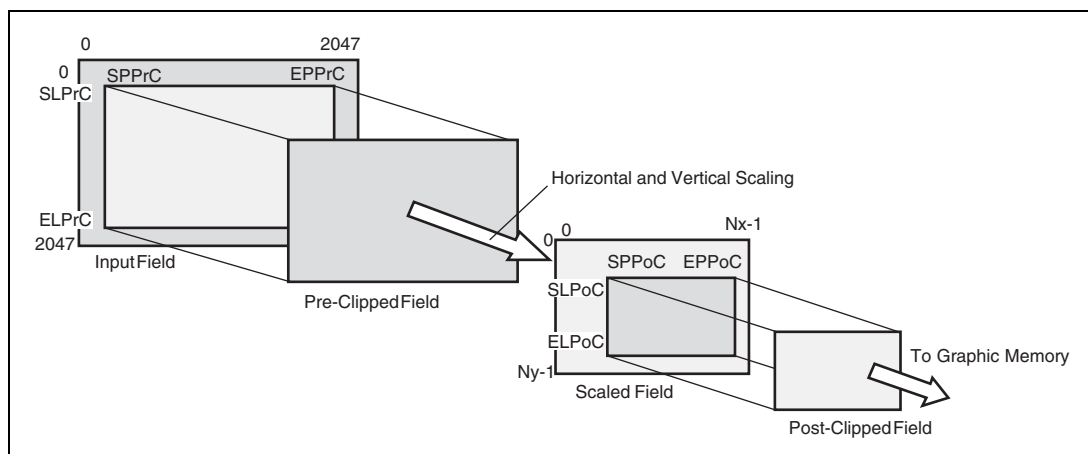

図 12.9 クリッピングの例
水平、垂直スケーリング後、後クリップ開始ラインレジスタ (SLPoC)、後クリップ終了ラインレジスタ (ELPoC)、後クリップ開始画素レジスタ (SPPoC)、および後クリップ終了画素レジスタ (EPPoC) の設定値によりポストクリッピングされます。サイズクリッピングの例を図 12.9 に示します。
ここで、すべてのポストクリップラインに関して、メモリにライトされる各ラインの長さが画素ストライドレジスタ (IS) で定義され、ポストクリップされたフレーム幅より大きくは設定できませんが、小さくはできません。IS レジスタには、水平方向のポストクリップ幅より大きい値を設定してください。また、図 12.9 の Input Field は、ビデオデコーダからの有効な画像領域を示しており、本モジュールではこの画像領域以上の取り込みはできません。